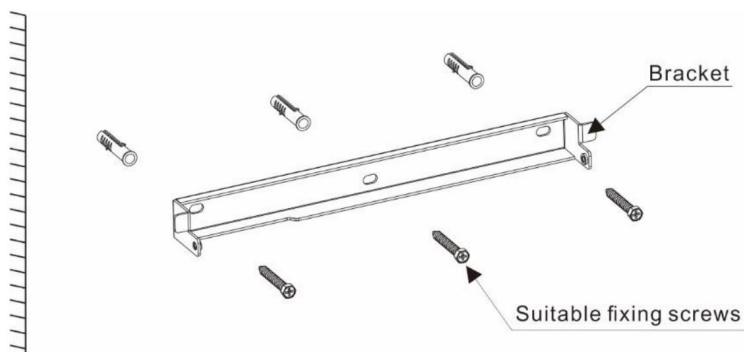
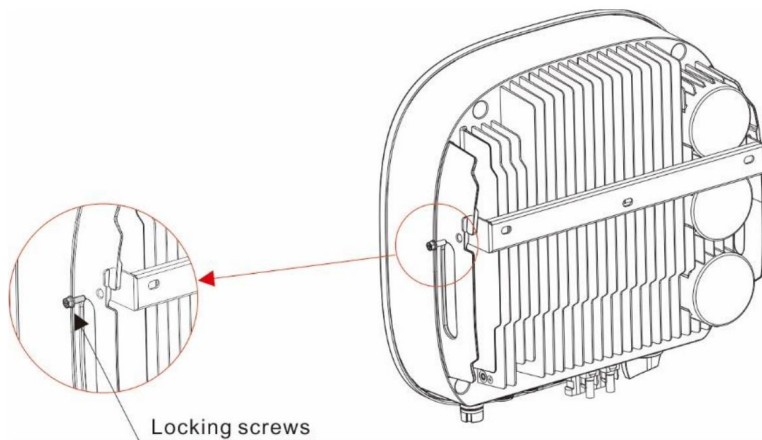

Figure 4.4 Montage mural de l'onduleur
Figure 4.5 Support de montage
Veuillez consulter la Figure 4.4 et la Figure 4.5 pour obtenir des instructions sur le montage de l'onduleur.
2. Assurez-vous que le support est horizontal et que les trous de montage (sur la Figure 4.4) sont marqués correctement. Percez les trous dans le mur ou le pilier à vos marques.
4. Soulevez l'onduleur (faites attention d'éviter toute tension corporelle) et alignez le support arrière de l'onduleur avec la section convexe du support de montage. Accrochez l'onduleur sur le support de montage et assurez-vous que l'onduleur est sécurisé (voir Figure 4.5).